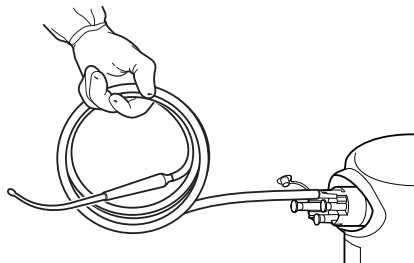
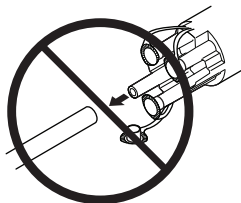

Figura 6 Juntar a tubagem de aspiração
Figura 7 Mantenha a tubagem ligada durante a eliminação
1. Com a aspiração activa, junte a tubagem de aspiração na porta do tubo de distribuição para purgar os resíduos de fluidos do tubo (Figura 6). NÃO remova do tubo de distribuição qualquer tubagem de aspiração que esteja ligada (Figura 7).